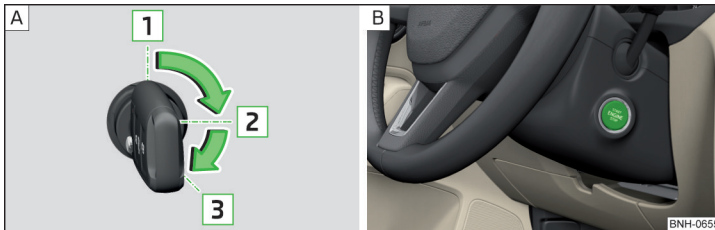

Abb. 183 Positionen des Fahrzeugschlüssels im Zündschloss / Starterknopf
Positionen des Fahrzeugschlüssels im Zündschloss » Abb. 183 - **A**
➤ Den Knopf drücken » Abb. 183 - **B**, die Zündung wird ein-/ausgeschaltet.
- Bei Fahrzeugen mit **Zündschloss** den Schlüssel in die Position **3** drehen » Abb. 183 auf Seite 171 - **A**, es erfolgt der Startvorgang. Dann den Schlüssel loslassen, der Motor springt automatisch an.
- Bei Fahrzeugen mit **Starterknopf** den Knopf kurz drücken » Abb. 183 auf Seite 171 - **B**, der Motor springt automatisch an.
- Bei Fahrzeugen mit **Zündschloss** den Schlüssel in die Position **1** drehen » Abb. 183 auf Seite 171 - **A**.
- Bei Fahrzeugen mit **Starterknopf** den Knopf drücken » Abb. 183 auf Seite 171 - **B**, der Motor und die Zündung werden gleichzeitig ausgeschaltet.
› Den Knopf gedrückt halten » **Abb. 183 auf Seite 171** -  oder zweimal innerhalb von 1 Sekunde drücken.